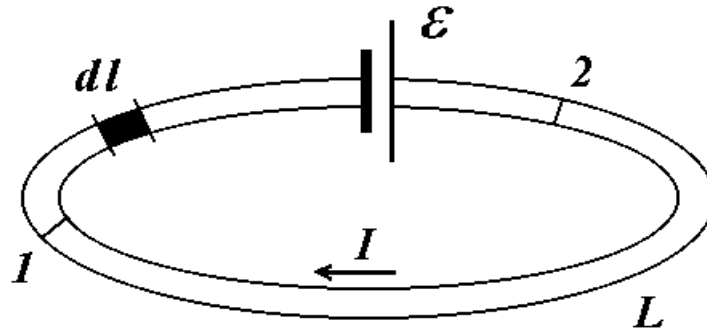

Рис. 1.
Рассмотрим участок 1-2 замкнутой цепи L , на котором находится источник тока, например, гальванический элемент (рис. 1). Выделим на этом участке малый элемент dl такой, чтобы можно было считать площадь поперечного сечения элемента S неизменной, а напряженности и плотность тока однородными и направленными вдоль него. Умножим левую и правую части равенства (1) на dl и, учитывая, что $j = I/S$, где I – сила тока, и $\sigma = 1/\rho$, где ρ – удельное сопротивление, запишем его в скалярном виде: